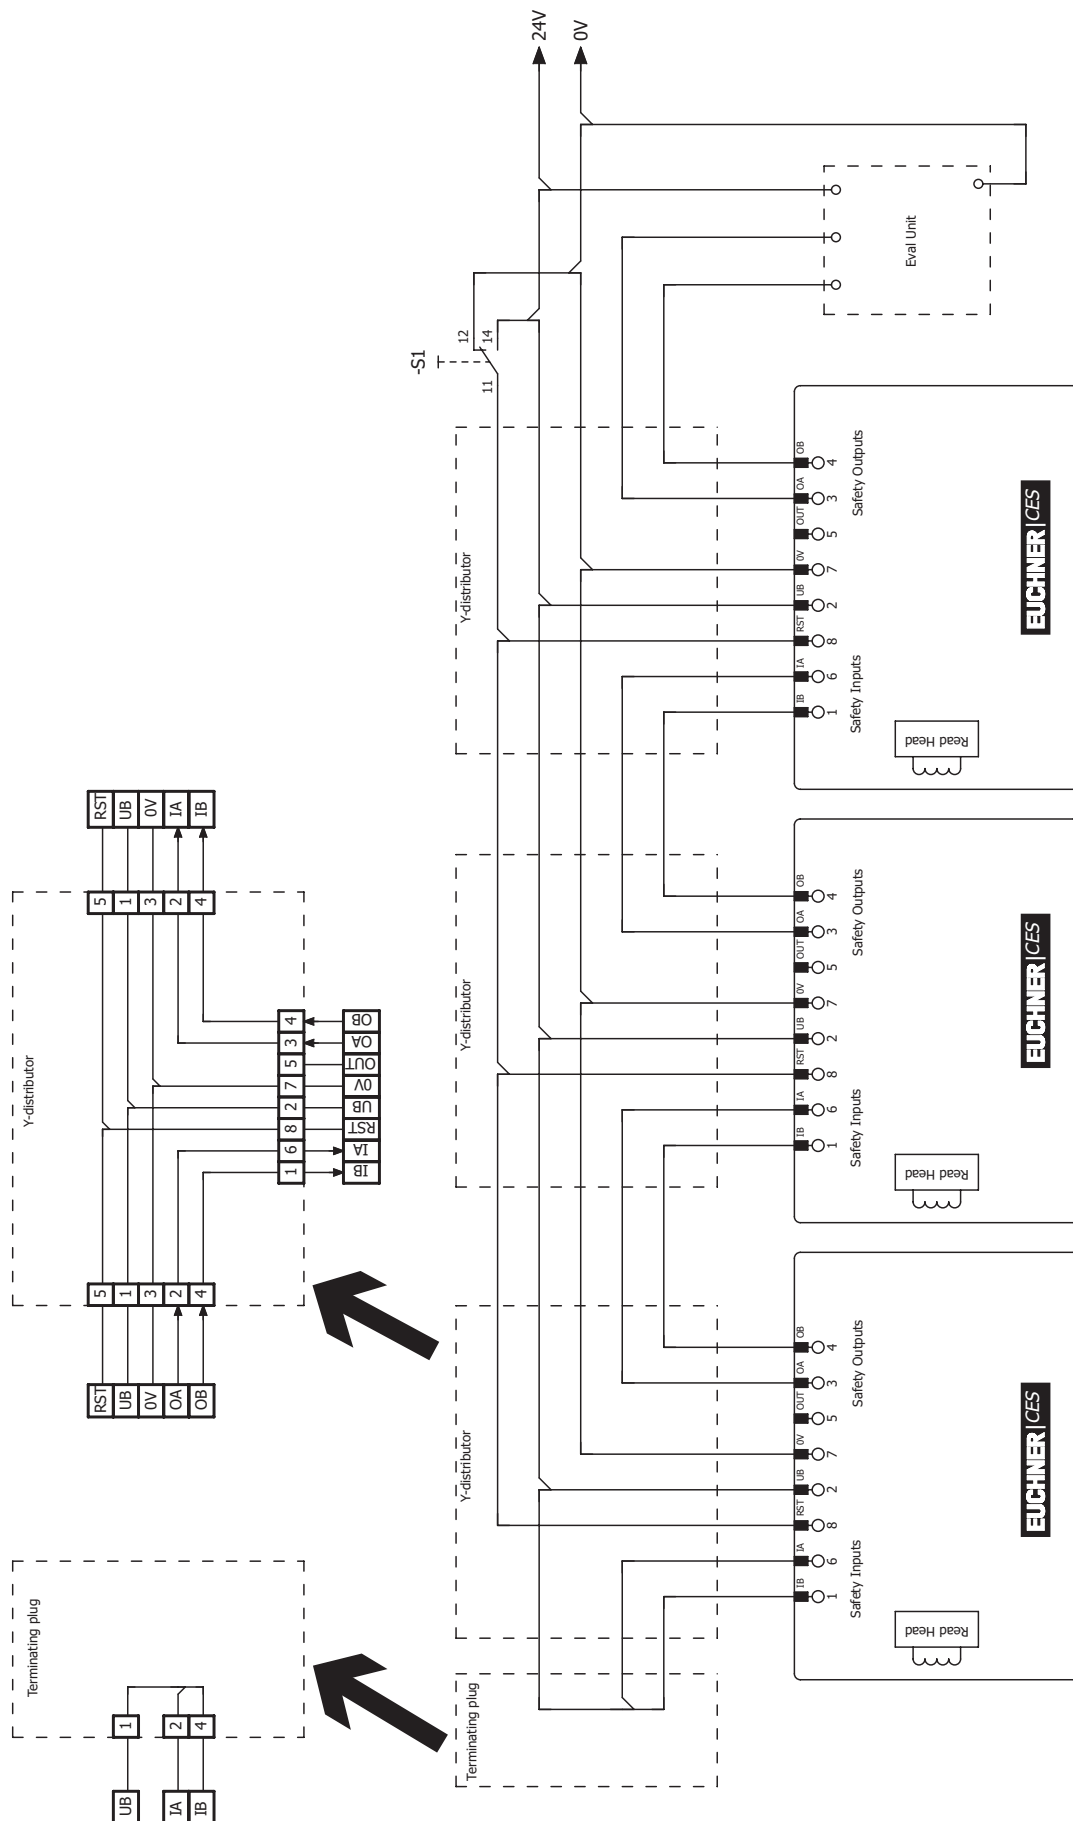

Figura 4: Ejemplo de conexión en serie con reinicio y conmutador
- › Debe utilizarse una señal común para todos los interruptores de la cadena. Puede tratarse de un conmutador, pero también se puede utilizar la salida de un sistema de control. No deben utilizarse pulsadores, ya que el reinicio siempre debe estar en GND durante el funcionamiento (véase el interruptor S1 en la *Figura 4 en la página 19*).
Para que esto sea posible, la entrada RST debe conectarse como se muestra en la *Figura 4 en la página 19*.